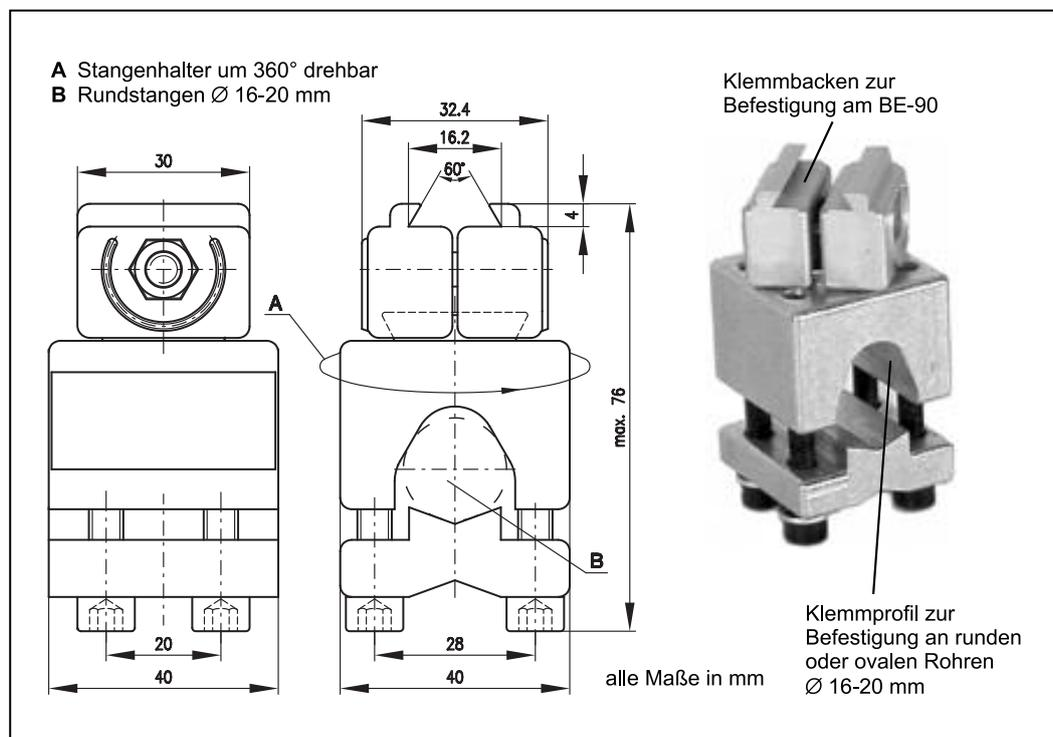

Abbildung 6-2: Befestigungsteil
- an den Schwalbenschwanz-Nuten unter Verwendung des entsprechenden Montagezubehörs (siehe Abbildung 6-2, Seite 25)